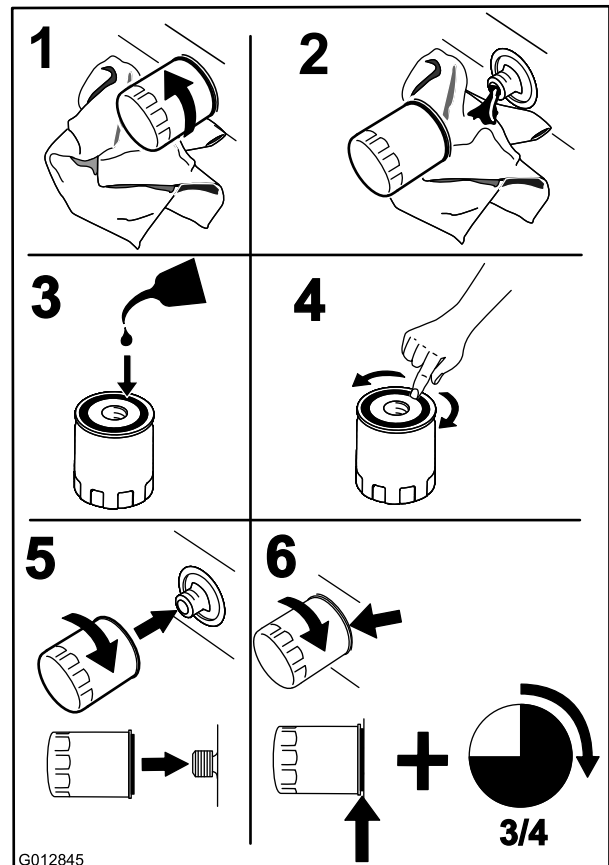

Bild 48
3. Wechseln Sie den Motorölfilter (Bild 48).